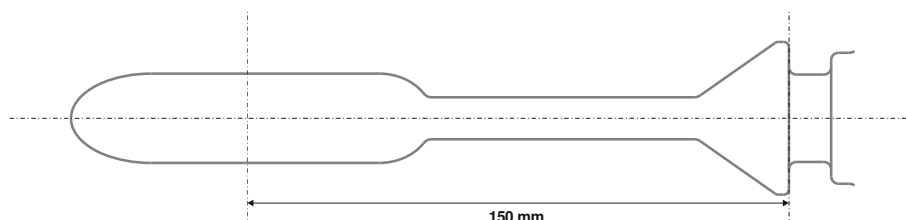

Figura 13: Distanța dintre centrul extremității în formă de picătură spre capătul inelului conului pentru fixarea prezervativului.
- Centrul extremității în formă de picătură se află la o distanță de 150 mm față de capătul inelului conului pentru fixarea prezervativului (vezi Figura 13).